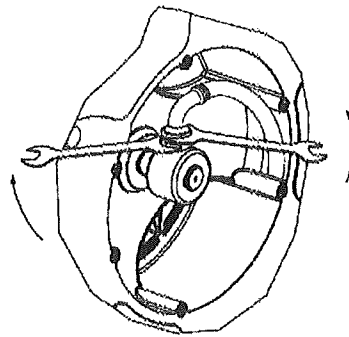

Fig.16
- Unscrew the nuts with two spanners (fig. 16).
- Con dos llaves, afloje la manguera de la rótula (fig. 16).
- Avec deux clés, desserrer le flexible de la rotule (fig.16).